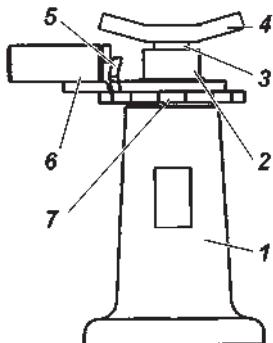
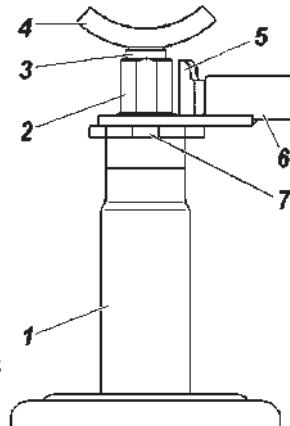

Рис. 10.1. Домкрат:
Рис. 10.2. Домкрат:
**Домкрат** (рис. 10.1 или 10.2) предназначен для вывешивания колес автомобиля при его техническом обслуживании или ремонте. Грузоподъемность домкрата, приведенного на рис. 10.1 – 2,5 т, на рис. 10.2 – 2 т. Начальная высота подхвата на рис. 10.1 – 210 мм, рис. 10.2 – 200мм. Наибольшая высота подъема домкрата, приведенного на рис. 10.1 – 435 мм, на рис. 10.2 – 460 мм.
**Последовательность действий для вывешивания колеса при применении домкрата, приведенного на рис. 10.1:**
#### **Последовательность действий для вывешивания колеса при применении домкрата, приведенного на рис. 10.2:**